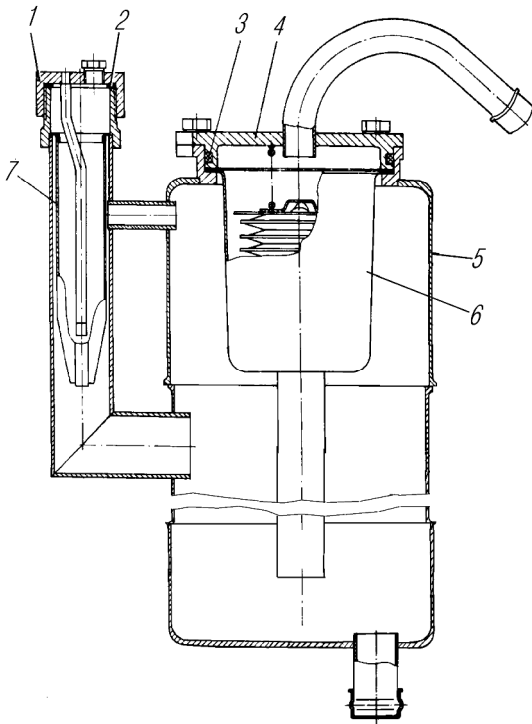

Рис. 56. Бак масляный рулевого управления:
Бак установлен отдельно от насоса. В баке имеется заливной фильтр 7 (рис. 56). Масло, возвращаясь в бак, проходит через фильтр 6. В случае засорения фильтрующих элементов открывается клапан. Уровень масла замеряется указателем при незавернутой пробке 1. Уровень масла должен находиться в пределах плоского участка на указателе.
- снять, промыть фильтр 7 (см.рис. 56) и установить его в бак;